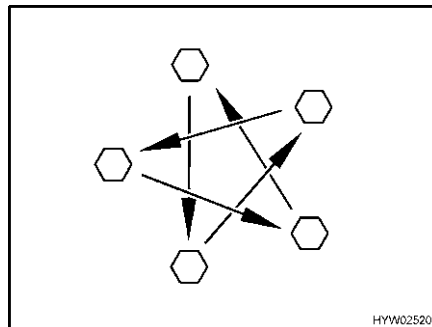

Bild 215 Radmuttern oder Radschrauben über Kreuz anziehen
- Radmuttern oder Radschrauben regelmäßig auf festen Sitz prüfen. Radmuttern oder Radschrauben eines ausgewechselten Rades nach 50 km über Kreuz nachziehen (Bild 215). Anziehdrehmoment siehe Abschnitt 13.5.2.
- ▷ Radmuttern oder Radschrauben über Kreuz anziehen (Bild 215).